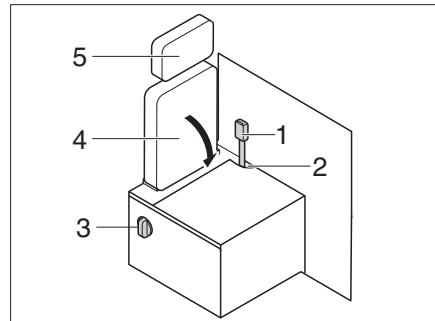

Fig. 220 Trasformazione posizione di marcia - zona abitativa
- Smontare il poggiatesta (Fig. 220,5) (vedi capitolo 5.7).
- Inserire la cintura di sicurezza (Fig. 220,1) nell'apertura (Fig. 220,2).
- Azionare la leva girevole (Fig. 220,3) e ribaltare lo schienale (Fig. 220,4).
- Per la trasformazione da zona abitativa a posizione di marcia, agire all'inverso. Assicurarsi che la cintura di sicurezza sia inserita nell'apertura (Fig. 220,2).